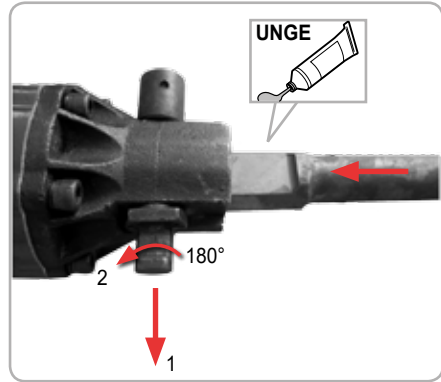

Fig.3
#### Montarea accesoriilor: Fig. 3
- Scoateți boltul de blocare cât mai mult posibil, Fig 3 (1) rotiți-l la 180° și eliberați-l Fig 3 (2). Introduceți dalta în montura sculei și împingeți-o cât mai mult.